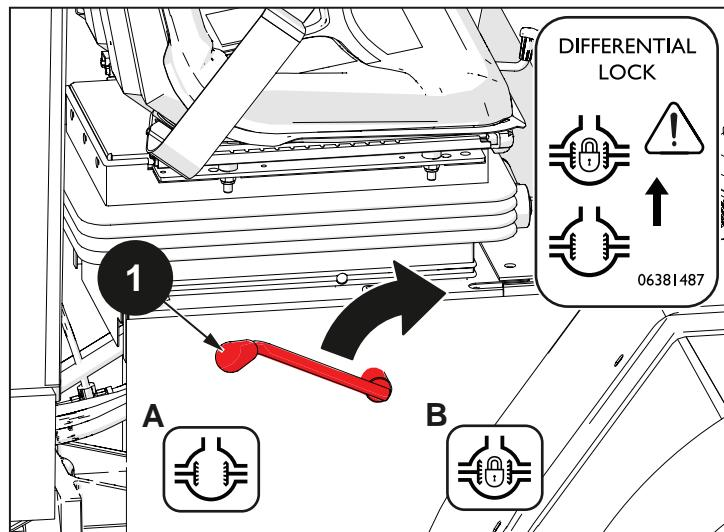

Fig. 5.25
Para reactivar el bloqueo del diferencial hay que poner la palanca en posición (B). Fig. 5.25.